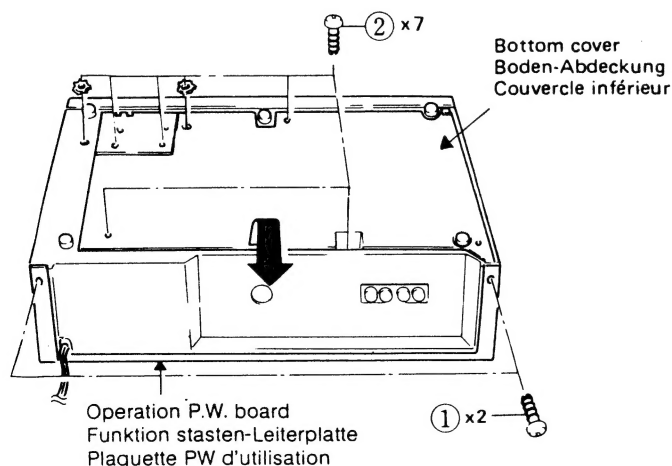

Fig. 1 Abb. 1
1 Upper Cover (Fig. 1)
2. Bottom Cover (Fig. 1)
1. Obere Abdeckung (Abb. 1)
2. Untere Abdeckung (Abb. 1)
1. Plaque supérieur (Fig. 1)
2. Couvercle inférieur (Fig. 1)